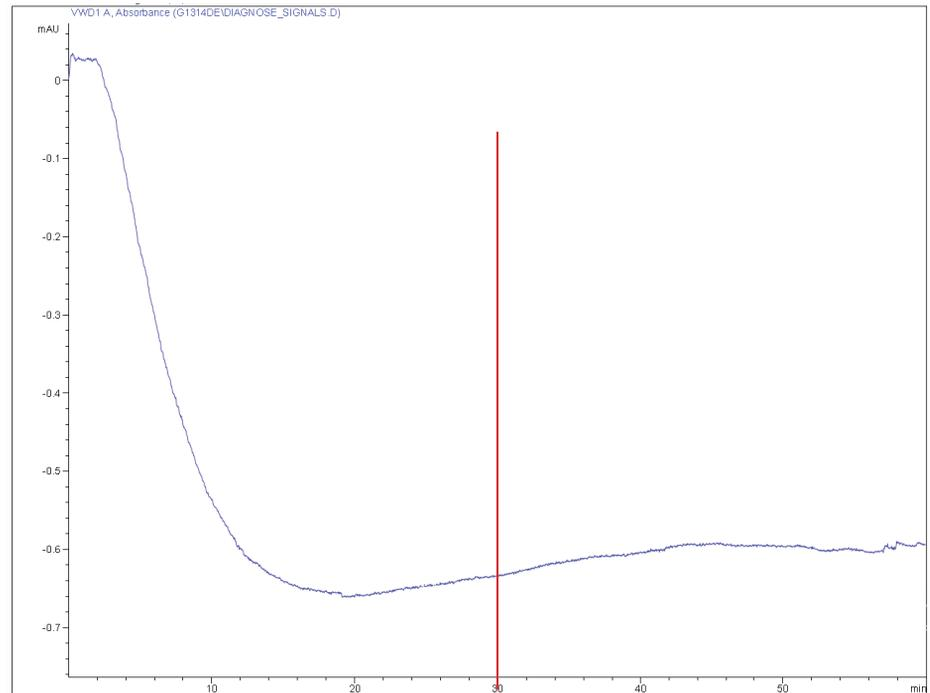

図 38 検出器の電源投入後のベースライン安定化
- 6 検出器を少なくとも 60 分のウォームアップすると、安定したベースラインが得られます（例：『97 ページ 図 38』）。